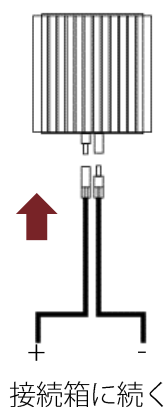

図 12: 出力コネクタの接続
6. 適切なケーブルをストリングオプティマイザの出力回路に接続する。図 12 で示される通り、電圧極性とケーブル接続端子のオス／メスに特に注意する。参照：